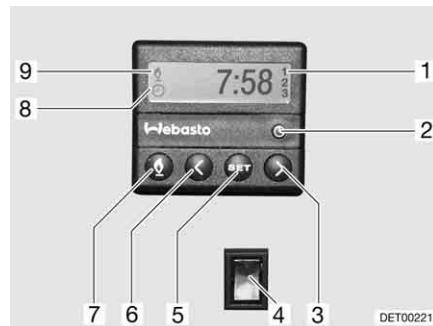

Fig. 133 Centralina di controllo per riscaldamento fisso
- Premere il tasto (Fig. 133,7). Il funzionamento del riscaldamento viene indicato con il simbolo (Fig. 133,9). La ventola viene inserita solo quando la temperatura dell'acqua di raffreddamento è pari a 30 °C.
- Premere il tasto (Fig. 133,7). Il simbolo (Fig. 133,9) si spegne.
- Premere l'interruttore (Fig. 133,4) in basso. Il motore viene preriscaldato. La ventola viene inserita immediatamente.
- Premere l'interruttore (Fig. 133,4) in alto. Il motore rimane freddo.
- Premere il tasto (Fig. 133,2). L'impostazione dell'ora viene indicata con il simbolo (Fig. 133,8).
- Impostare l'ora con i tasti (Fig. 133,3 e 6).
- Premere il tasto (Fig. 133,5).
- Impostare l'orario di accensione con i tasti (Fig. 133,3 e 6) entro 10 secondi.
- Premere il tasto (Fig. 133,5) fino a che nel display (Fig. 133,1) non appare il numero di programmazione desiderato.